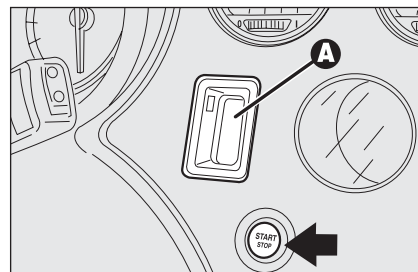

fig. 14
- ☐ lettore **A-fig. 14** della chiave elettronica (ubicato di fianco al volante);